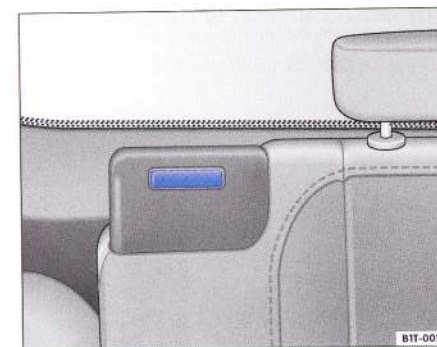

Fig. 72 Elementele de fixare ale spătarelor scaunelor din al treilea rând.
- Atenție ca spătarul scaunelor să fie bine fixate. Când spătarul este fixat corect, în elementul de fixare (în partea din față a spătarelor) se va observa o suprafață de culoare verde ⇒ fig. 72.